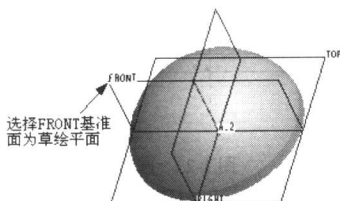

图 1-18 选择草绘平面
21. 选择如图 1-18 所示 *FRONT* 基准面为基准曲线草绘平面。